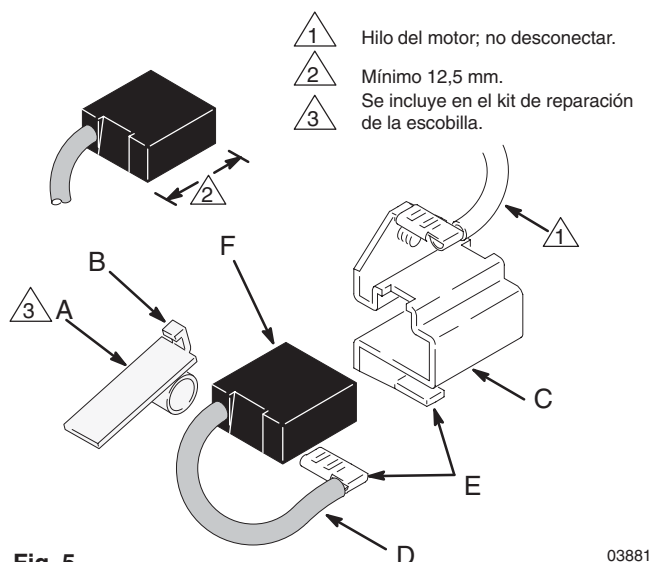

Fig. 5
4. Fig. 5. Empuje la abrazadera de resorte (A) para liberar el gancho (B) del portaescobillas (C). Saque la abrazadera de resorte (A).
5. Fig. 5. Saque el cable de la escobilla (D) del terminal (E). Retire la escobilla (F).
2. Fig. 5. Deslice el cable de la escobilla (D) en el terminal (E).